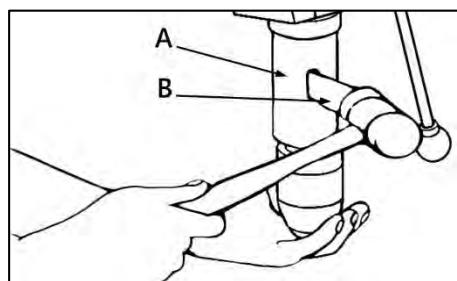

Рисунок 8.
Максимально разведите кулачки патрона повернув зажимное кольцо патрона. Вставьте в отверстие в гильзе (A) (рис. 8) расклиниватель (B) и постучите по нему резиновым молотком, придерживая патрон рукой, чтобы избежать его падения при отделении от шпинделя.